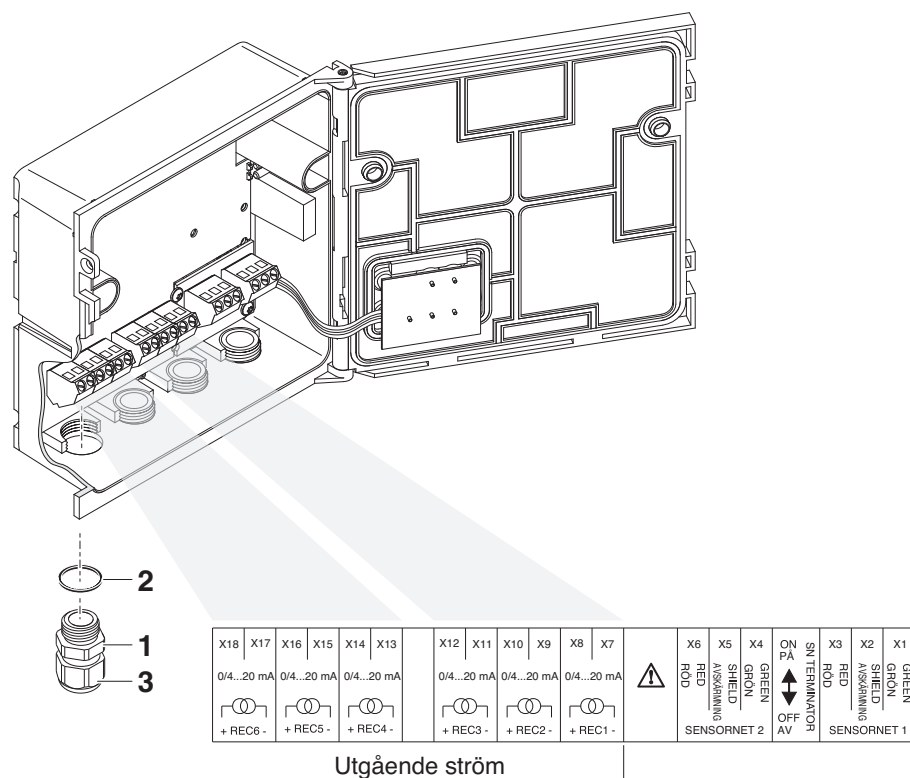

Fig. 3-1 Uttagslist med aktuella anslutningar
- 3 Skruva fast packboxen (pos. 1 i Fig. 3-1) med tätningsskruven (pos. 2) in i modulhuset.
- 4 Lossa kopplingsringen (pos. 3 i Fig. 3-1).
- 7 Dra åt kopplingsringen (pos. 3 i Fig. 3-1).